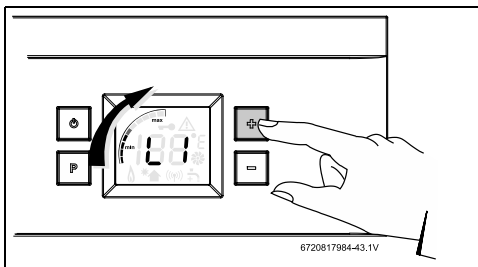

Fig. 60 Adjustment du gaz L1
- ▶ Appuyer sur le bouton pour entrée L1 et vérifier si la puissance par niveau est au point central, voir fig. 60.